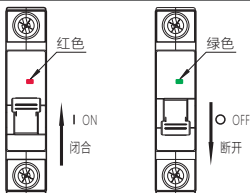

图2 CB-63HZ闭合、断开状态指示
5.1 安装使用前先检查断路器标志与所使用的工作条件是否相符；断路器闭合、断开状态指示如图2